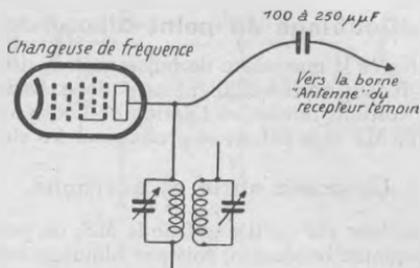

Fig. 34. — Branchement de l'oscillateur du poste malade à l'antenne du poste témoin.
2. Connectons la plaque de la changeuse de fréquence à la borne antenne d'un autre récepteur fonctionnant correctement. Le branchement se fera à travers une petite capacité de 100 à 250 centimètres (fig. 34).